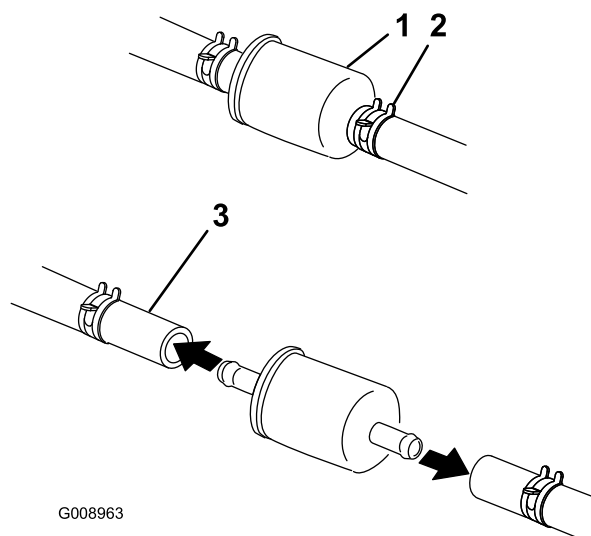

Bild 45
5. Drücken Sie die Enden der Schlauchklemmen zusammen und schieben Sie sie vom Filter weg (Bild 45).
7. Setzen Sie einen neuen Filter ein und schieben Sie die Schlauchklemmen an den Filter heran (Bild 45).